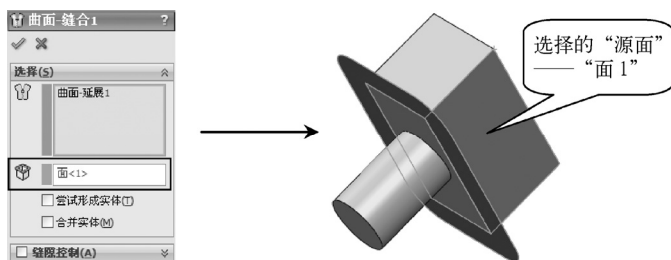

图 4-120 “源面”的作用
- 当选择的一个面为“延展曲面”时，在缝合曲面时将显示“源面”选择区域，如图 4-120 所示，“源面”可令用户一次性选择模型一侧的所有面（此功能多用在分模过程中，如延展面一侧有上百个面，使用此功能选取一个面即可）。